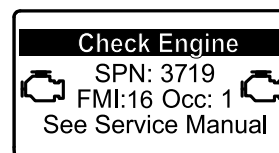

Figura 28
- Se for necessária uma regeneração em estacionamento, o InfoCenter mostra o aviso do motor SPN 3719, FMI 16 (Figura 28) e o computador do motor reduz a potência do motor para 85%.